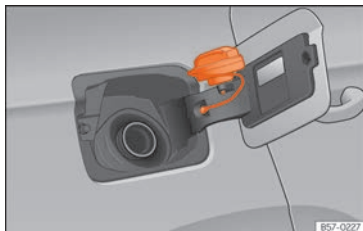

Fig. 59 Trappe à carburant avec bouchon fermé.
- Placez le bouchon dans le logement se trouvant sur la charnière de la trappe à carburant ouverte » **fig. 59**.